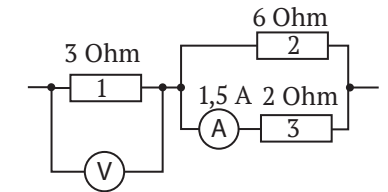

Fig. 2
15. (4 baluri) După fig. 2 determinați indicațiile voltmetrului și tensiunea totală pe porțiunea de circuit.